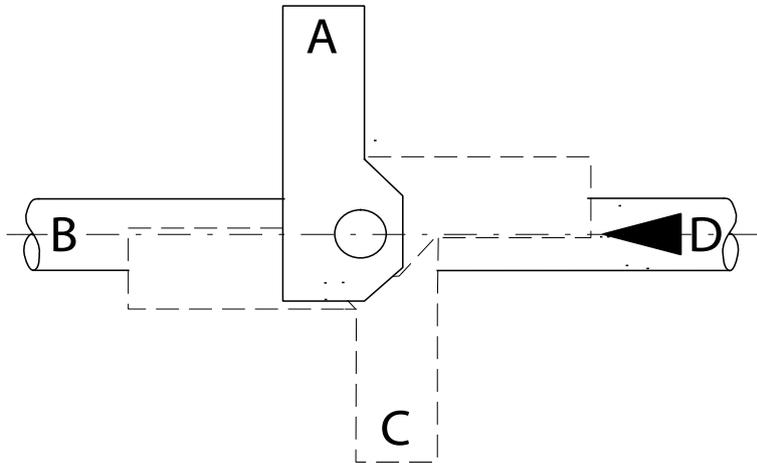

Fig. 5-6 Position de montage de l'actionneur
5. Placez l'actionneur avec le support dans la position souhaitée (position A, B, C ou D) (→ Fig. 5-6) sur l'arbre du corps de vanne et fixez l'ensemble à l'aide des boulons (→ Fig. 5-5/3).